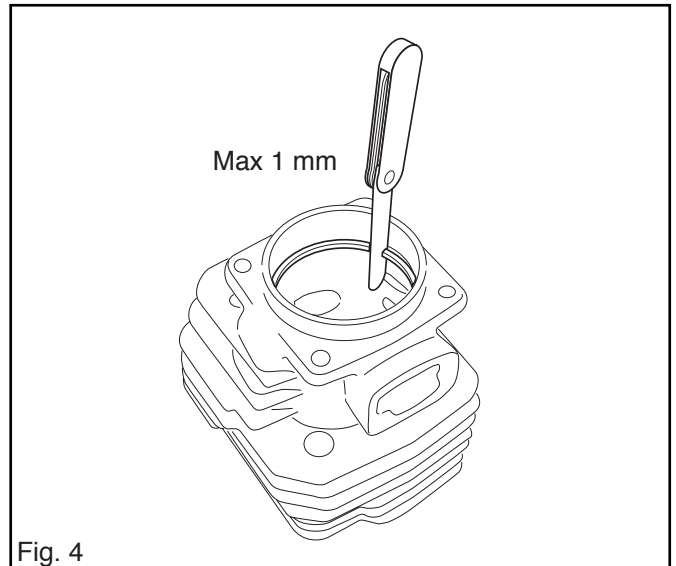

Fig. 4
5. Mesurer l'usure du segment du piston en le plaçant tout en bas dans le cylindre et en mesurant le jeu. Voir fig. 4. Le jeu ne doit pas être supérieur à 1 mm.